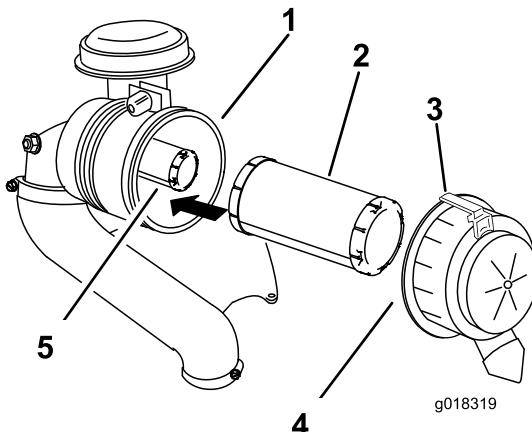

Figure 44
2. Tirez le verrou vers l'extérieur et tournez le couvercle du filtre à air dans le sens antihoraire (Figure 44).
3. Déposez le couvercle du filtre à air du boîtier du filtre (Figure 44).
5. Sortez le préfiltre du boîtier du filtre avec précaution (Figure 44).
2. Insérez le filtre de sécurité dans le boîtier avec précaution (Figure 44).
3. Placez ensuite le préfiltre sur l'élément de sécurité avec le même soin (Figure 44).
5. Reposez le couvercle du filtre à air, le côté portant l'inscription UP en haut, et fermez le verrou (Figure 44).